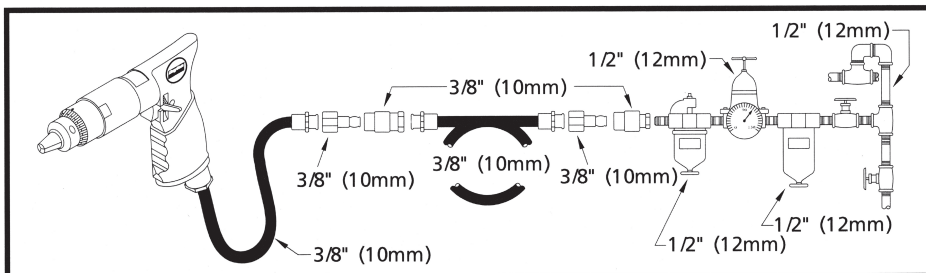

Figura 2 - Preparación de Tubería de Aire Recomendada
1. La herramienta requiere aire limpio y seco suministrado a una presión de 620 kPa bar. Cualquier presión superior puede reducir drásticamente la vida útil de la herramienta. Conecte la herramienta en la línea de aire usando el tubo y la manguera; encaje las piezas según los tamaños indicados en Figura 2.
No utilice acoplamientos de desconexión rápida con esta herramienta. Para el uso correcto, consulte las Figura 2 instrucciones.